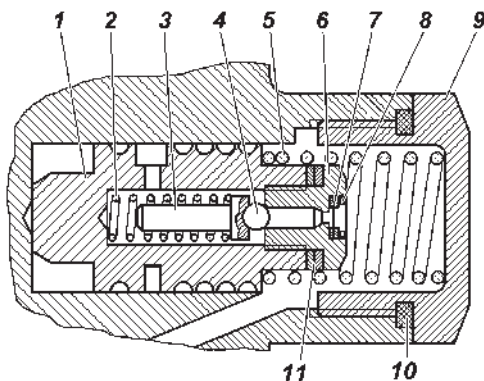

Рис. 9.28. Расходный и предохранительный клапаны насоса:
1. Отверните пробку-заглушку 9 (рис. 9.28), расположенную над выходным отверстием насоса.